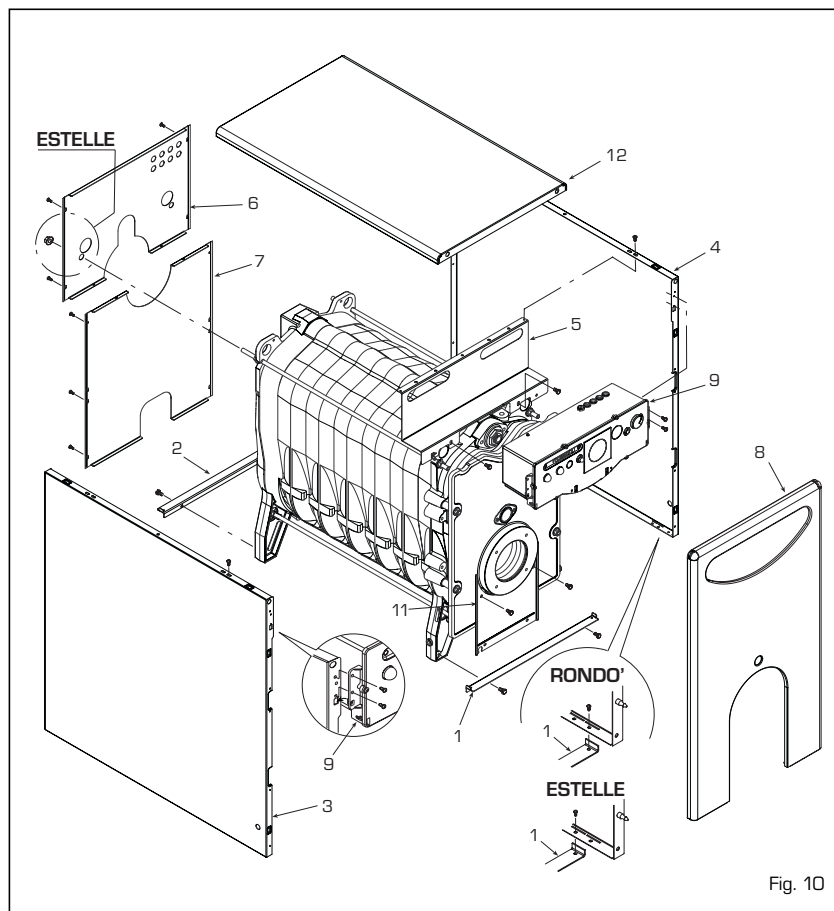

Fig. 10
3.3.3 Desmontagem da envolvente [fig. 10]
Para proceder à desmontagem da envolvente executar as seguintes operações (fig. 10):